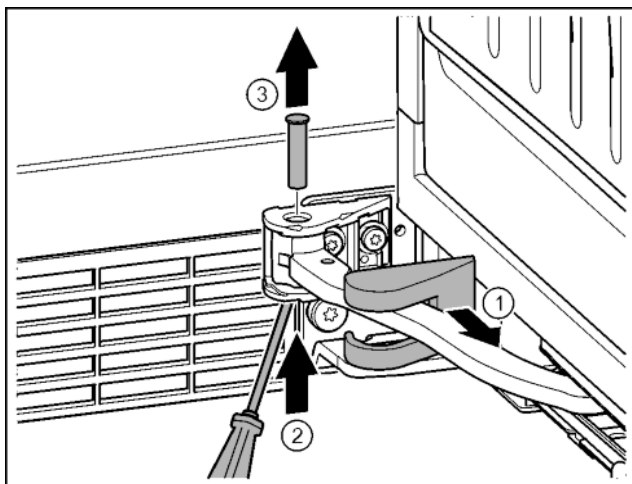

Fig. 15
► Снять крышку опорного кронштейна и переместить вдоль шарнира. Fig. 15 (1)
► Рукой или отверткой приподнять палец снизу. Fig. 15 (2)
► Вставить отвертку под головку пальца и вытянуть его. Fig. 15 (3)